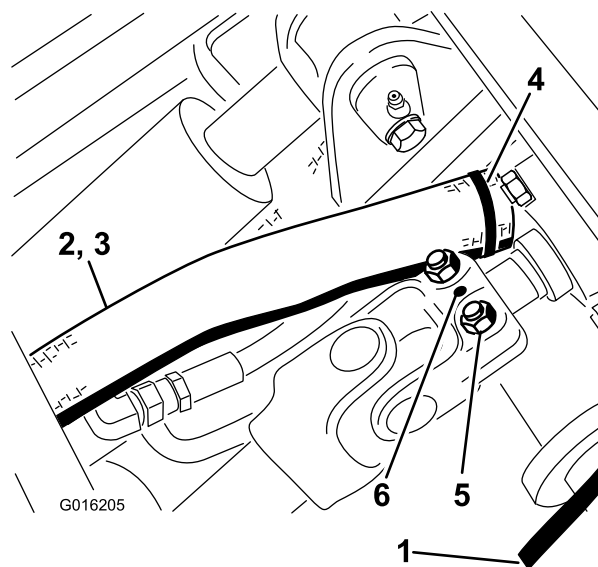

Figure 75
4. Enlevez la goupille cylindrique et desserrez les deux vis qui fixent l'arbre d'entraînement à l'arbre du boîtier d'engrenages (Figure 75). Détachez l'arbre d'entraînement de l'arbre du boîtier d'engrenage.